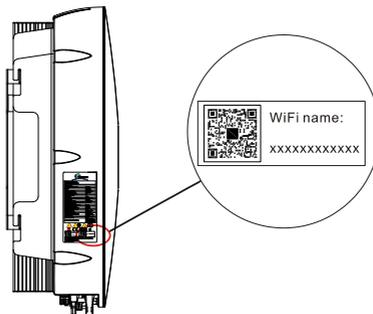

Figure 3-1 Nom et mot de passe Wi-Fi
- ① Alimentez l'onduleur (Gird, PV ou batterie).
- ② Trouvez le nom Wi-Fi sur l'étiquette de l'onduleur et connectez-vous au Wi-Fi avec le mot de passe initial "gsstes123456". (Figure 3-1) .
- ③ Ouvrez Sermatec APP, sélectionnez "Mode de connexion locale", vérifiez et réglez les paramètres de l'appareil. Reportez-vous au <<Manuel d'utilisation de Sermatec APP >> pour obtenir des informations détaillées.